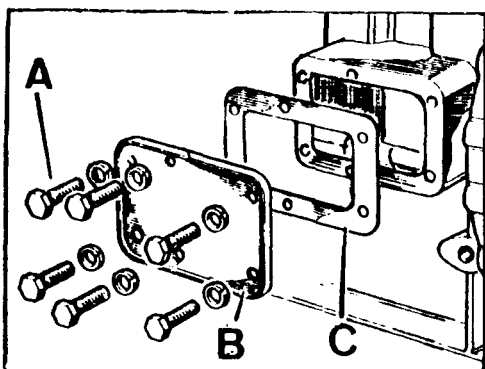

Fig. A1-34 Desmontaje de la tapa lateral delantera
- 1.2. Desmontar los tornillos y arandelas, A (Fig. A1-34) y separar la tapa lateral delantera, B, y su junta, C.